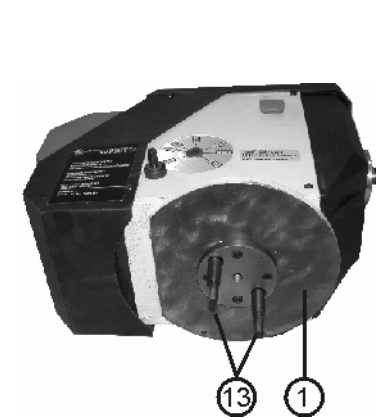
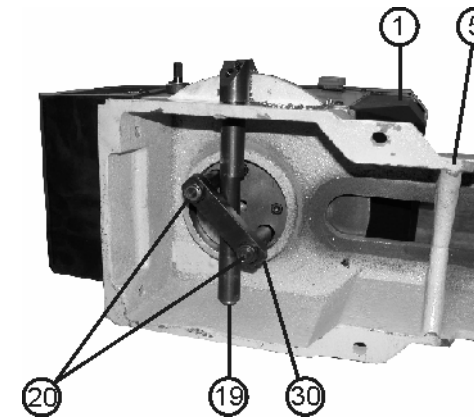

Рис.3,
Рис.4
8.1. Очистите каждый компонент от транспортировочных консервантов (покрытий). Установите станину. Поверните станину на бок так, чтобы нижняя часть станины была обращена к Вам и, чтобы конец передней бабки был слева. Положите узел передней бабки на бок рядом с левым концом станины. Установите резьбовые штифты (13) в переднюю бабку (1), Рис.3.
8.2. Вставьте переднюю бабку в станину так, чтобы втулка на нижней части передней бабки установилась в отверстие в станине. Установите плиту (30) на эксцентриковый вал (19), Рис.4, на резьбовые штифты (13), Рис.3, и закрепите шестигранными гайками (20), Рис.4.